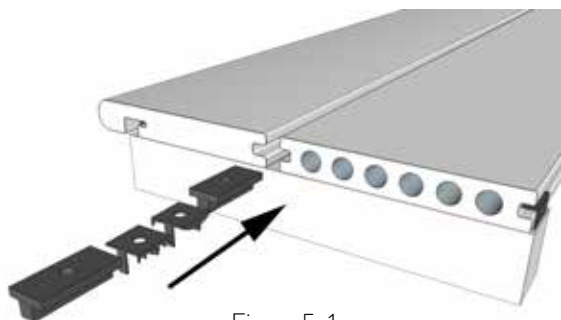

Figura 5-1
- 6 Instale la grapa entre las dos tablas del escalón como se muestra en la Figura 5-1,5-2: